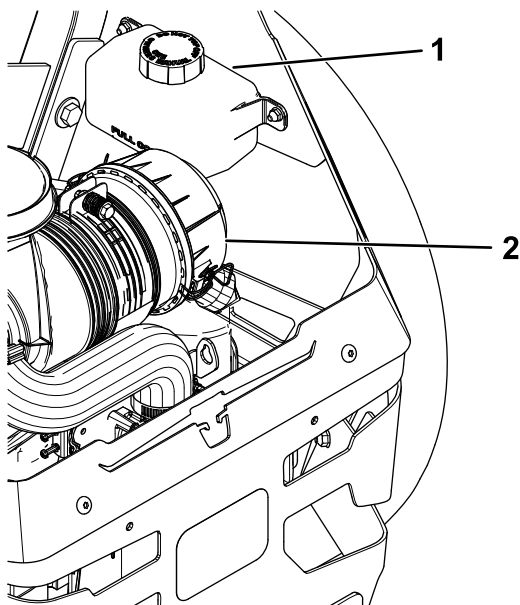

Figura 73
2. Compruebe el depósito de expansión y si es necesario, añada fluido hidráulico Toro® HYPR-OIL™ 500 hasta la línea FULL COLD (Figura 73).